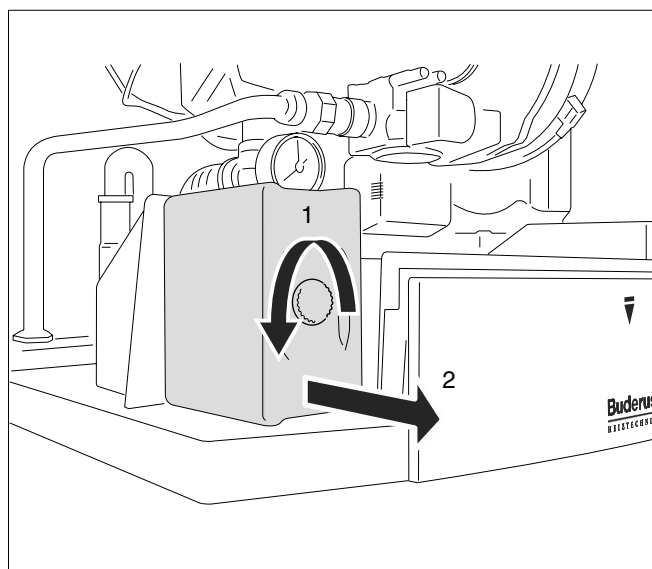

Fig. 10 Demontarea UBA3
- Desfaceți șurubul de fixare a UBA3 (vezi Fig. 10, Poz. 1).
- Trageți UBA3 în față, în direcția indicată de săgeată (vezi Fig. 10, Poz. 2).